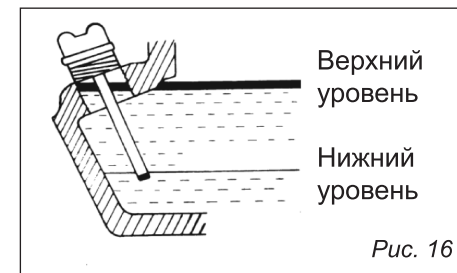

Рис. 16
2. Открутите крышку маслоналивной горловины и протрите щуп (рис. 16).